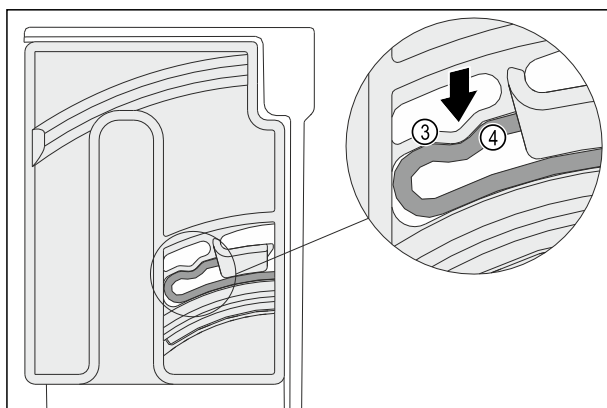

Fig. 127
- Еластичний елемент Fig. 127 (3) поворотного модуля зафіксується з характерним звуком у заокругленні ребра Fig. 127 (4).